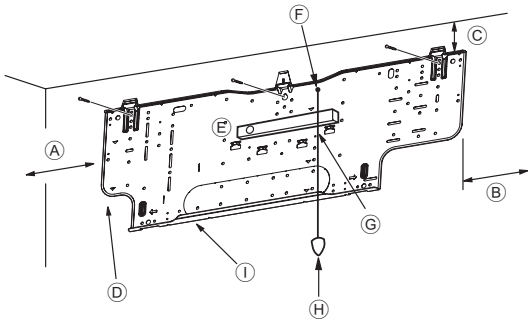
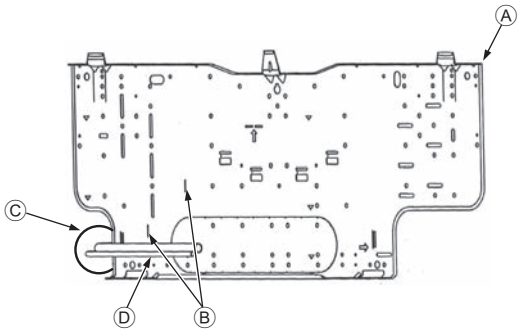

Fig. 3-4
Fig. 3-5
■ PKFY-P-VHM-E (Fig. 3-4)
- ① 至少 90 毫米 (为选购的排泄泵留出 617.6 毫米或以上)
- ② 至少 200 毫米
- ③ 至少 72 毫米 (为左侧、左右侧或左下侧管道和选购的排泄泵，留出 142.5 毫米或以上)
- ④ 紧固螺钉 (4 × 35) ②
- ⑤ 水平仪
- ⑥ 系一根绳到孔中。
- ⑦ 沿安装板的水平参照线放置水平仪并进行安装，以使其保持水平。在绳上挂一重物并与安装板的 ▽ EPK 对齐以便进行水平校准。
- ⑧ 重物
- ⑨ 安装板 ①
3.3. 将管道安装到墙中时 (Fig. 3-5)
- ① 安装板 ①
- ② 扩口连接的参照标记
- ③ 通孔
- ④ 现场管道